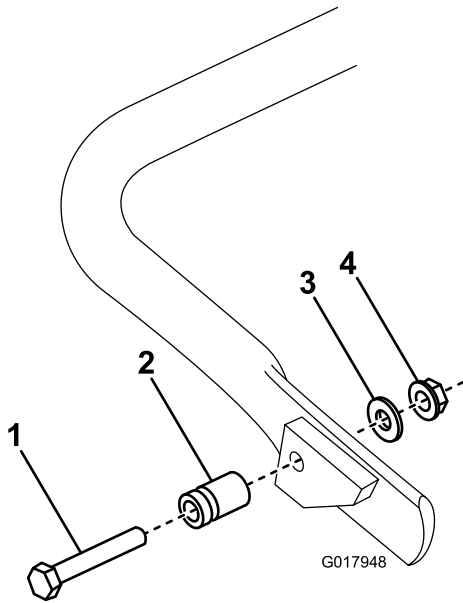

图5
1. 仅限型号 04056使用提供的螺栓、垫圈和凸缘螺母将弹簧柱螺栓连接到支撑架的右侧图5。